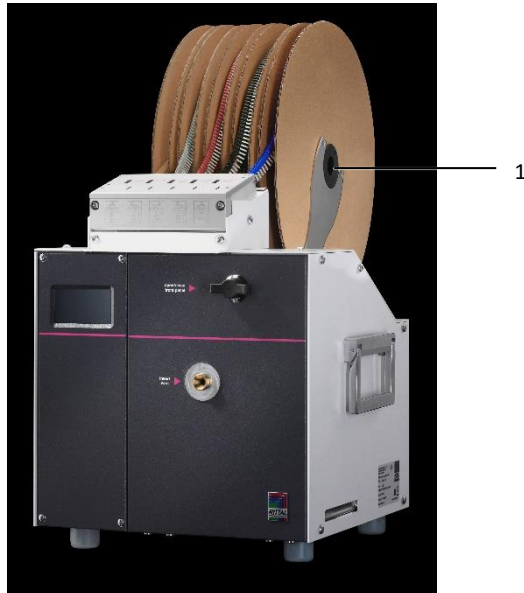

Bild 8: Position rulle med ändhylsor
- Sätt i rullarna med ändhylsor (bild 8, pos. 1) så att de rullas av underifrån och framåt.